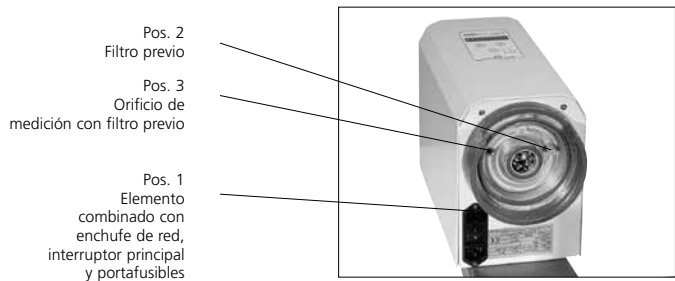

Figura 3: Lado inferior del aparato con platina para el vaso
- El aparato se conecta en la cara inferior mediante el interruptor principal (Figura 3, Pos. 1). El piloto verde POWER (Fig. 4, Pos. 4) se ilumina. La escala de tiempos indica el último tiempo de batido que se programó (Fig. 4, Pos. 7)
Fusible defectuoso	3. Sustituir el fusible en el elemento combinado (Figura 3, Pos. 1). Δ ¡Observar el Capítulo 6.4 referente a este punto!
El filtro previo de material sinterizado (Figura 3, Pos.2) ubicado en la platina para el vaso se encuentra obstruido	7. Limpiar o sustituir el filtro previo de material sinterizado